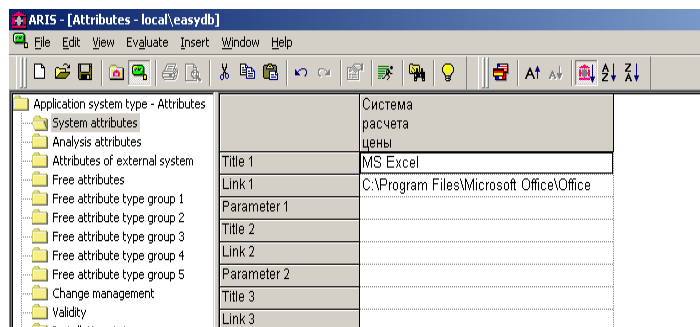

Рис. 11. Окно атрибутов
48. Соедините прикладную систему «Система расчета цены» с программой, например, с Excel. Дважды щелкните мышью по объекту «Система расчета цены». В появившемся окне слева в списке атрибутов щелкните мышью по *System attributes*. Поставьте курсор в строку *Title 1* и введите название программы, например, MS Excel. Поставьте курсор в строку *Link 1* и с помощью кнопки обзора выберите исполняемый файл программы (*C \ Program Files \ Microsoft Office \ Office \ EXCELE.EXE*). Сохраните изменения в атрибутах (рис. 11).